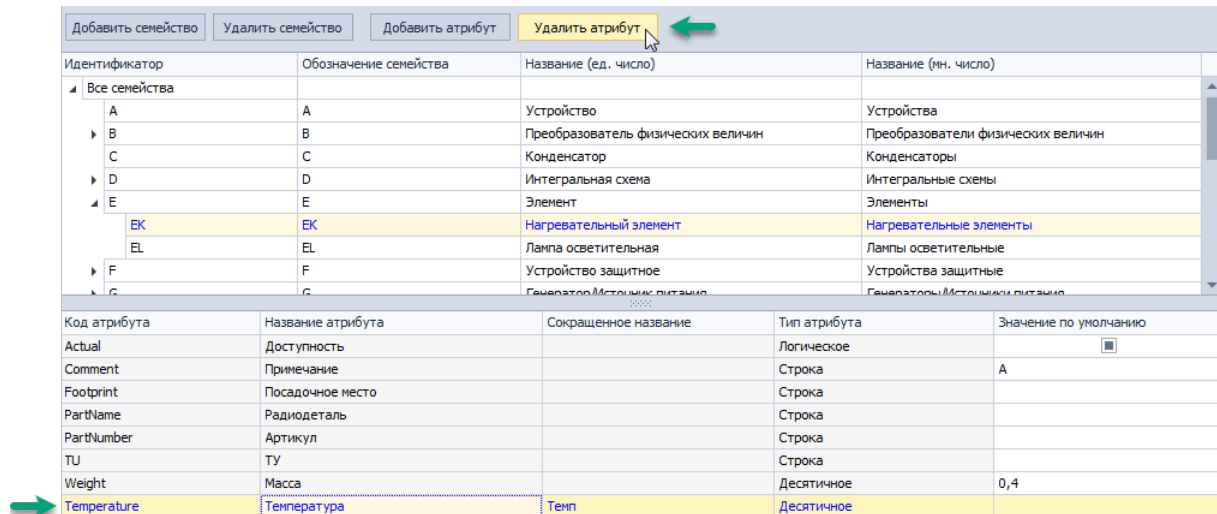

Рис. 36 Выбор атрибута для удаления
3. Выберите в таблице атрибутов тот, который необходимо удалить, Рис. 36.